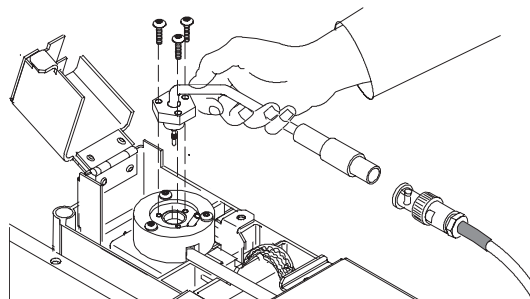

図 4 ビーズ アセンブリの取り外し
- 3 図 4 で示すように、古い NPD のビーズを持ち上げて取り外します。コレクタの両側にビーズをぶつけないようにします。